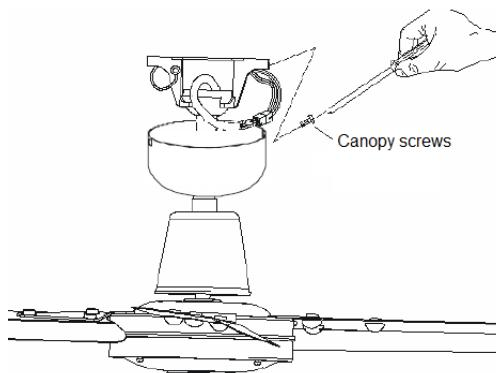

Fig. 10
- Bedeck de montagebeugel met de overkapping. Zorg ervoor dat alle elektrische bedrading onder de overkapping gestopt is en dat ze niet beschadigd raken tijdens deze stap. Bevestig de overkapping aan de hangbeugel met de bijgesloten schroeven. Fig. 10.